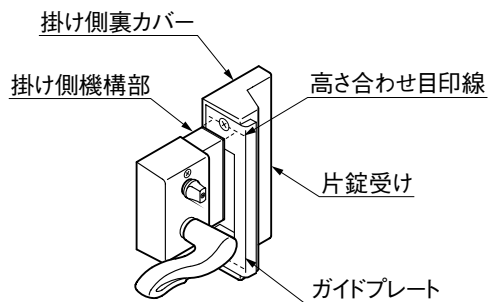

図3-3
- 片錠受け高さは、片錠受けのガイドプレートに刻印してある高さ合わせ目印線と、錠掛け側機構部の上端面との高さを合わせた位置で固定してください。(図3-3参照)